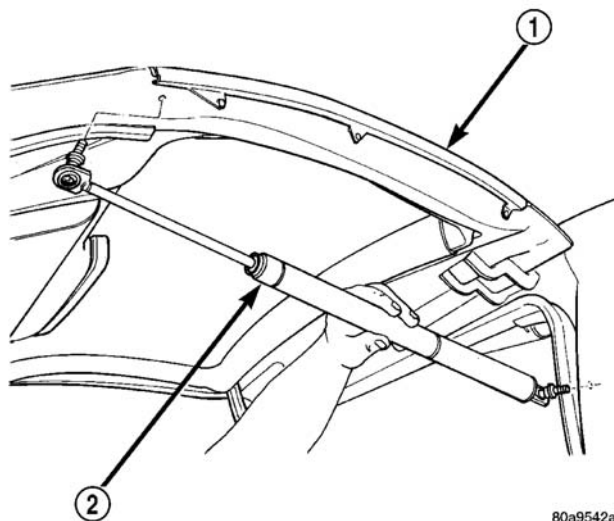

图 6 举升门支杆总成
- (1) 解开举升门闩并打开举升门。
- (2) 在一适当的举升装置上，在全开位置支撑举升门。
- (3) 自支杆总成端枢轴附近的 D 柱凸缘处拉起举升门开口密封条。
- (4) 卸下将端枢轴固定到 D 柱的螺栓(图 6)。
- (5) 卸下将支杆总成固定到举升门的螺栓。
- (6) 自车辆拆开支杆总成。